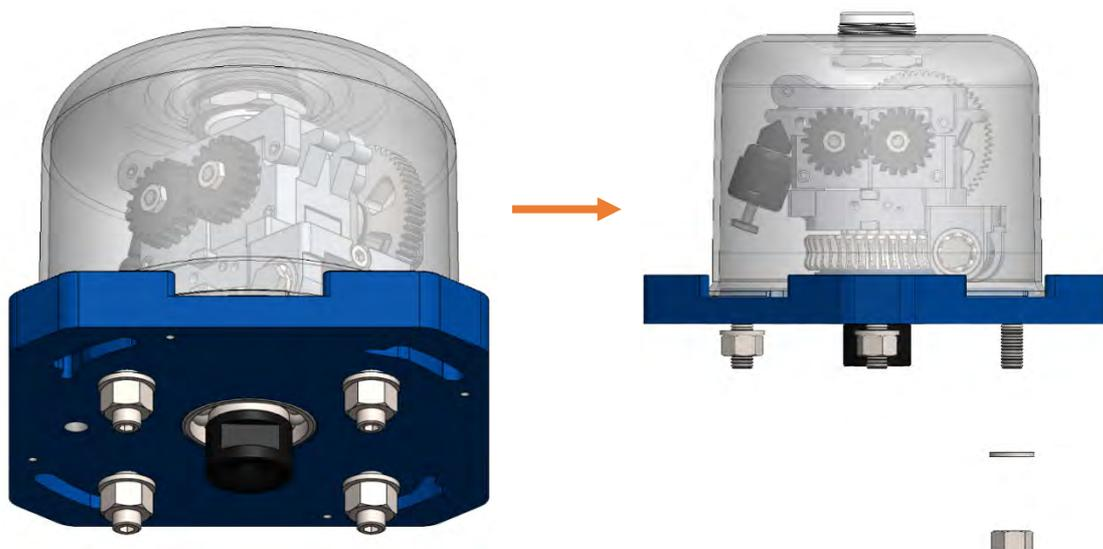

Figure 9
3. Dévissez les 4 écrous et retirez les 4 rondelles que vous trouverez pré-montées sur le Twister. figure 9;